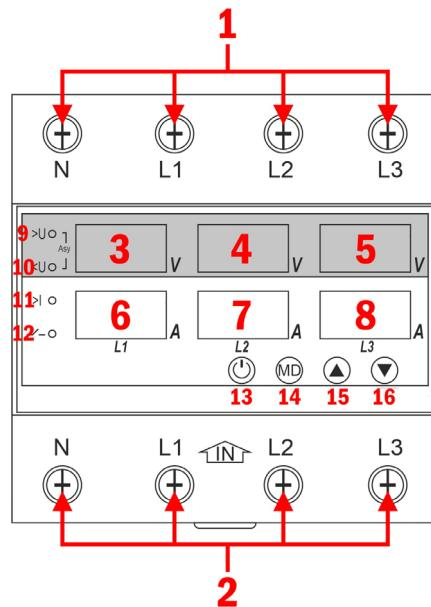

Рис. 1 – Элементы прибора
5. Прибор готов к работе. После подачи питания начнется отсчет времени задержки включения реле (t^P), по истечении которого реле замкнется, загорится индикатор состояния реле (п. 12 рис. 1).
7. При возникновении аварийной ситуации на лицевой панели прибора загораются соответствующие индикаторы (п. 9–11 рис. 1). При возникновении аварийной ситуации вследствие асимметрии (перекоса) фаз загораются одновременно два индикатора (п. 9, 10 рис. 1).